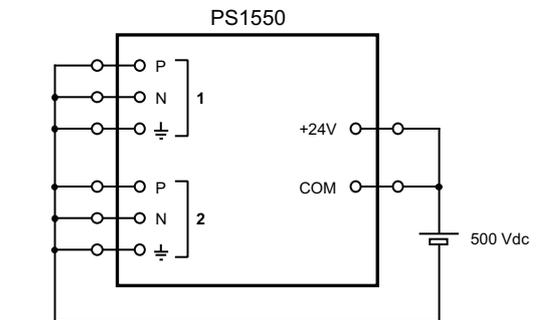

Fig. 12. Prova isolamento Uscita-Terra.
6. L'isolamento Uscita-Terra viene eseguita secondo lo schema di Fig. 12: la tensione applicata deve essere continua di valore massimo 500 Vdc.